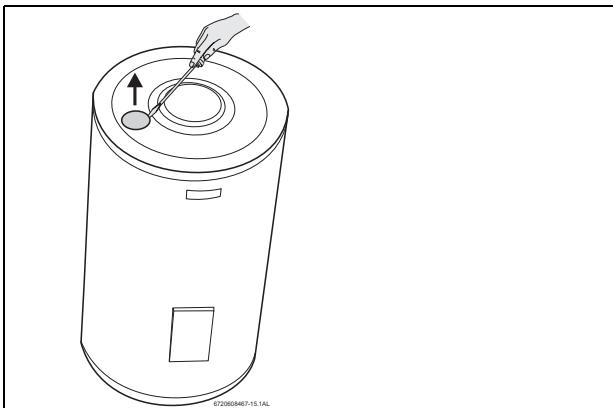

Fig. 12
- ▶ Retirar a tampa plástica no topo do termoacumulador, ver Fig. 12.